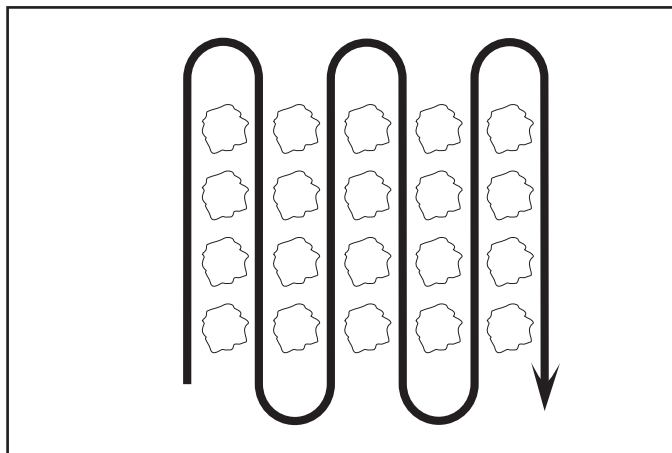

Fig. 16
- Binez les lignes de long en large à une vitesse qui permette aux dents de déraciner les mauvaises herbes et de laisser le sol à l'état brut pour faire en sorte que les mauvaises herbes et le gazon n'y poussent plus (Voir la Fig. 16).